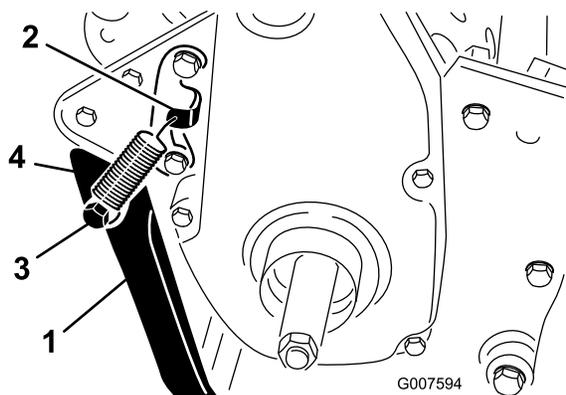

図 6
2. 後フレームについている取り付け穴にキックスタンドを合わせておいて、スプリングを、スプリングブラケットの穴とスプリングスタッドの穴に引っ掛ける（図 6）。
3. ボルト、ロックワッシャ、スペーサ、平ワッシャ、ロックナットを使って、キック・スタンドをフレームの左右に固定する（図 6）。スペーサは、キック・スタンドの取り付け穴に入れる。